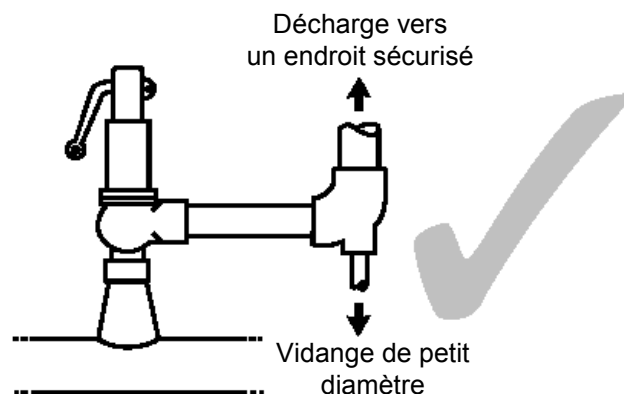

Fig. 5
- 6.8** Pour la vapeur ou l'air, la ligne de décharge doit être verticale et munie d'une vidange de petit diamètre pour éviter l'accumulation d'eau dans la ligne de décharge (Fig. 5). Cette ligne de décharge doit être dirigée vers un endroit sécurisé où il n'y a aucun risque.